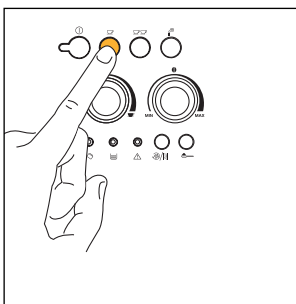
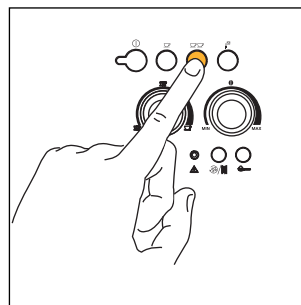

Fig. 12
Fig. 13
- 5) Tryk på tast ☺ (fig. 12), hvis du har valgt at brygge en kop kaffe eller på tast ☺☺ (fig. 13), hvis du har valgt at brygge to kopper kaffe. Nu begynder maskinen at male kaffebønnerne, den udfører en kortvarig forinfusion og derefter fuldfører den udstrømningen i koppen. Når den indstillede mængde er brygget, afbryder maskinen automatisk kaffeudstrømningen og smider grumset i kaffegrumsbeholder.
- 7) Tryk på tast ① for at slukke maskinen. (Inden den slukkes, udfører apparatet automatisk en skylning: der løber lidt varmt vand ud af hannerne, som samles i den nedenstående dråbeopsamlingsbakke – Pas på ikke at skolde sig). Hvis maskinen ikke slukkes ved at trykke på tast ①, slukkes den og udfører en hurtig skylning automatisk, under alle omstændigheder 3 timer efter den sidste betjening.
BEMÆRK 4: Mens maskinen er i gang med at brygge kaffen, er det muligt at stoppe udløbet når som helst, ved at trykke på den forud valgte tast ☺ (fig. 12) eller ☹ (fig. 13).
BEMÆRK 5: Så straks udløbet er færdigt, kan kaffemængden i koppen forøges ved at holde den forud valgte tast ☺ (fig. 12) eller ☹ (fig. 13) trykket ned, indtil man når den ønskede mængde kaffe denne operation skal foretages indenfor 3 sekunder efter at kaffeudløbet er færdigt).